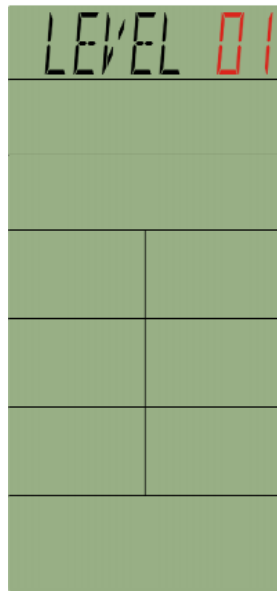
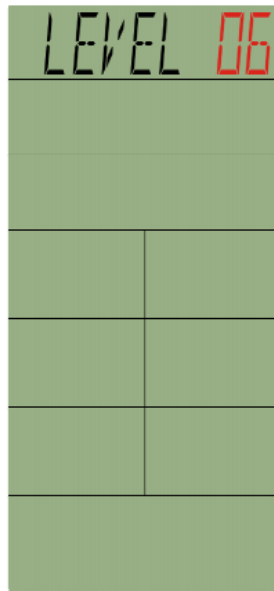

Abb. 4
Abb. 5
- B. Stellen Sie die gewünschte Stufe mit UP oder DOWN ein (von L1 bis L6). Drücken Sie dann ENTER, um die Einstellung zu bestätigen (Abb. 4 / Abb. 5).